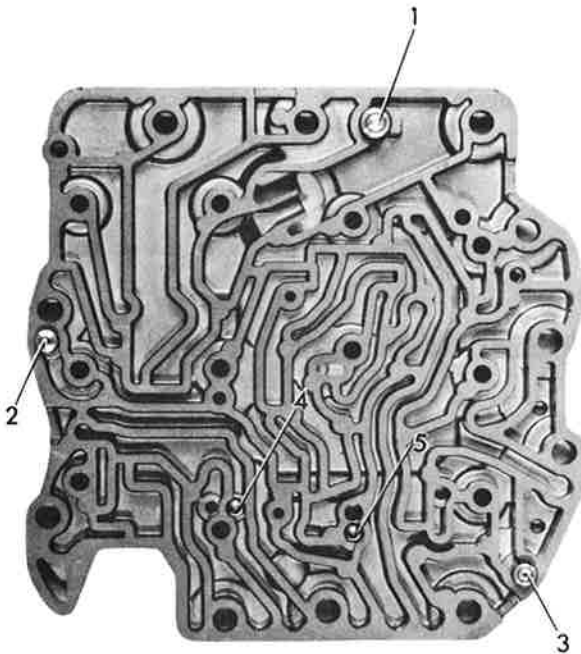

Bild 1
1. 2 Kugeln (5,5 mm $\emptyset$) Schmierdruckventil, Drosselventil Abhebesseite B 2 und Drosselventil Schaltseite B 3 in die Ölverteilerplatte einsetzen (siehe Bild 1).